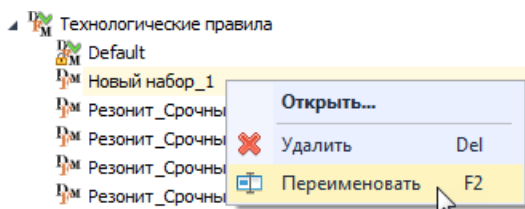

Рис. 130 Переименование шаблона технологических правил
2. Вызовите контекстное меню и выберите пункт «Переименовать», Рис. 130. Для данного действия также задана горячая клавиша F2.